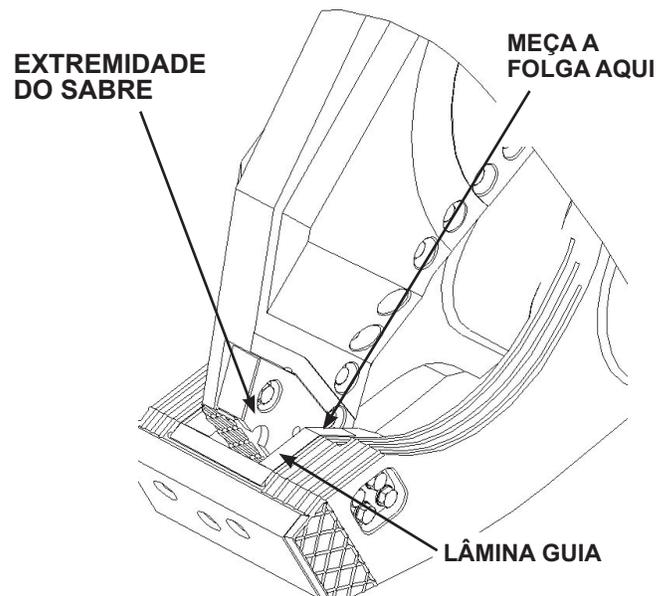

FIGURA 5-8
1. Feche a tesoura até a Extremidade do sabre na tesoura superior começar a passar pela lâmina guia (ver **Figura 5-8**). Use um calibrador para verificar a folga e registre-a. Feche a tesoura por passos e verifique a folga em diferentes pontos ao longo da superfície da Extremidade do sabre.